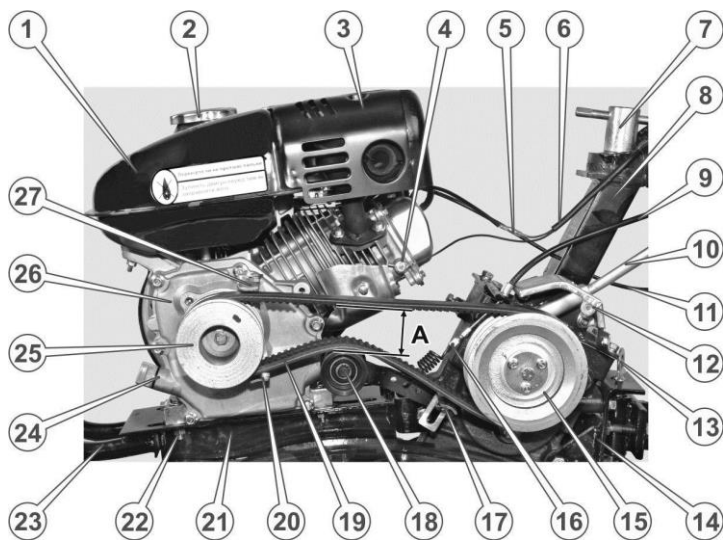

Рис. 4.3. Вид двигуна без кожуха ремінної передачі
9. Оглянути двигун мотоблока на механічні пошкодження. Встановити двигун на раму мотоблока (див. рисунок 4.3.) та закріпити болтами, які передбачені в комплекті кріпильних виробів.
19. Важіль перемикання передач (див. рисунок 4.3.) вставити в гніздо коробки передач, зафіксувати пальцем та зашплінтувати.